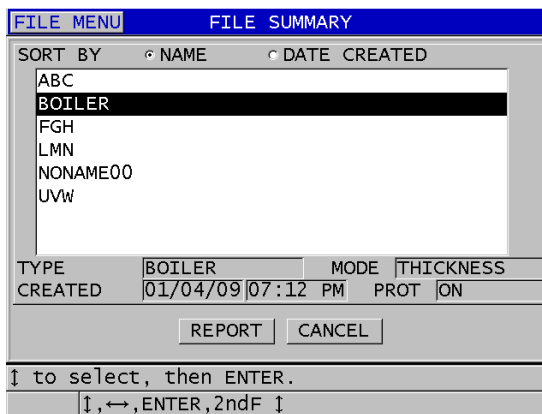

Figura 11-30 Tela de relatório do RESUMO DE ARQUIVO
4. Na tela **RESUMO DE ARQUIVO** (veja Figura 11-30 na página 232):